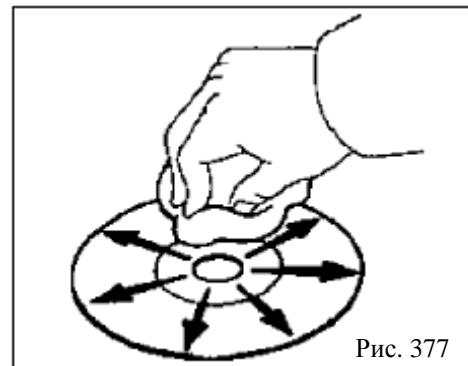

Рис. 377
**(4) Очистка компакт диска**
- Если компакт-диск грязный, для очистки поверхности воспользуйтесь мягкой тканью и очищайте компакт-диск радиальными движениями от центра.(рис. 377)
- b.** Удалите 3 заклепки на 4 мм (установите сверло в центр заклепки для того, чтобы ее высверлить(рис. 377). Будьте аккуратны, заклепка после этого будет горячей). Снимите динамик.